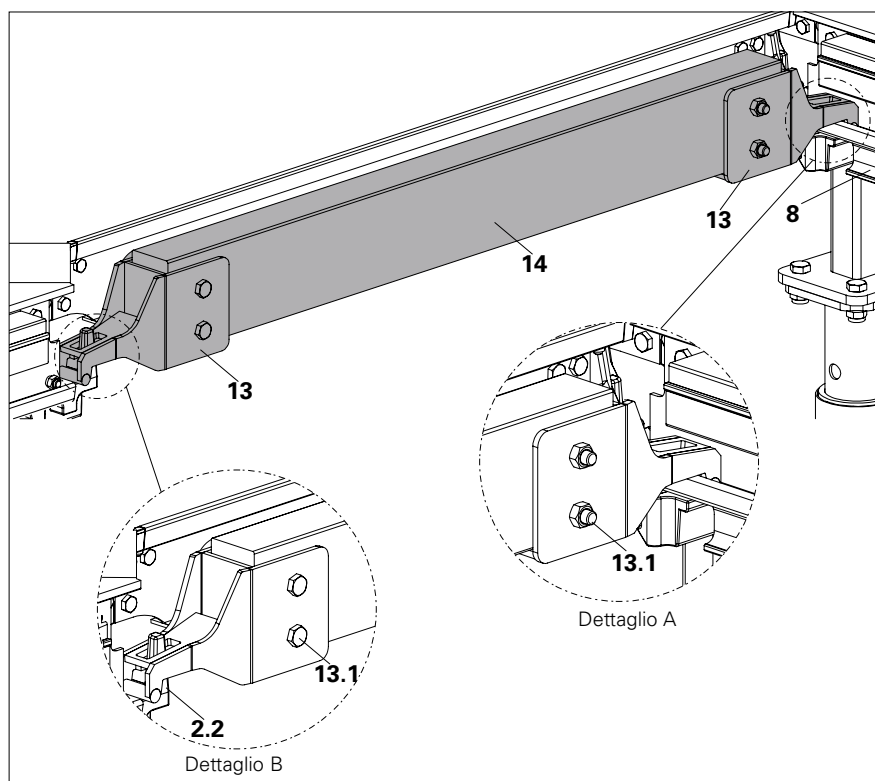

Fig. A7.04
1. Eseguire sul terreno il preassemblaggio della testa della traversa (13) e del travetto (14) di misura 50 x 100 mm.
- Forare il travetto (14) e fissarlo alla testa della traversa (13) con 2 viti ISO e dadi (M10 x 80) (13.1) (Articolo n. 710593 e 710234) su ciascun lato. (Fig. A7.04), (Fig. A7.05) e (Tabella A7.02).
2. La trave di compensazione ADF (8) deve essere sempre fissata parallela al senso più lungo.
3. Fissare il gruppo della traversa parallelamente al senso più corto, con un'estremità sul labbro della trave di compensazione ADF (8) come mostrato nel dettaglio A e l'altra estremità sul perno della piastra mobile (2.2) della testa a caduta ADH (2) come mostrato nel dettaglio B. (Fig. A7.04)